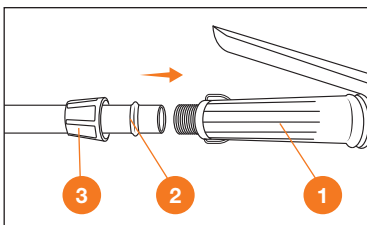

Рис. 10
4. Присоедините рукоятку управления 1 к шлангу опрыскивателя 2 и зафиксируйте гайкой 3 (Рис. 10).